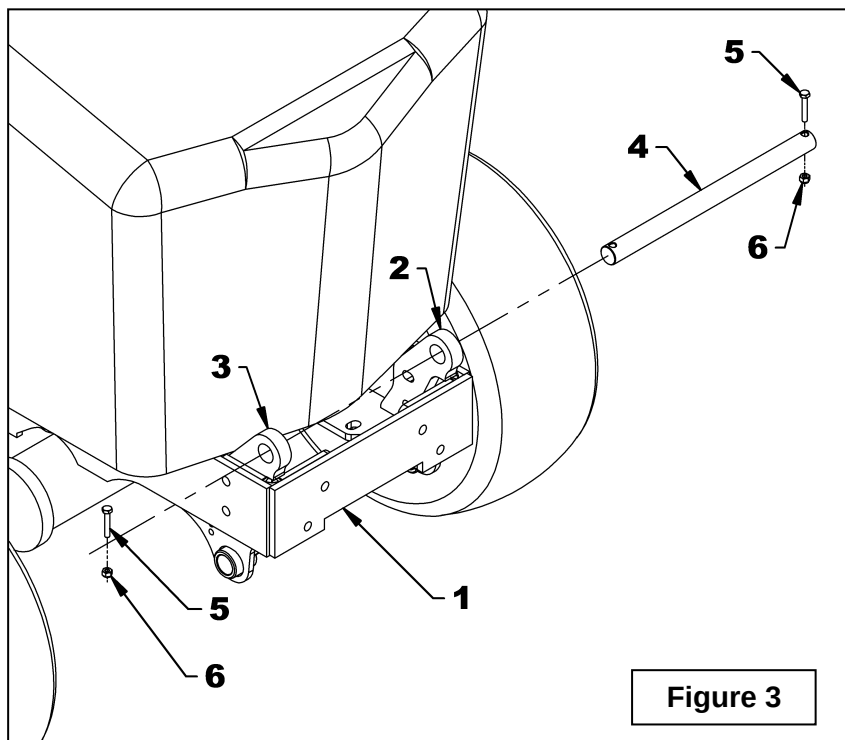

Figure 3
6. Regrouper les items 4 à 6 énumérés dans le tableau de la figure 3.
7. **Figure 3** : Insérer la goupille Ø1" x 13 3/4" lg. (item 4) à l'intérieur des supports (items 2-3) et fixer avec deux boulons hex 1/4"NC x 1 1/2" lg. (item 5) et deux écrous hex. à bague de nylon 1/4"NC (item 6).